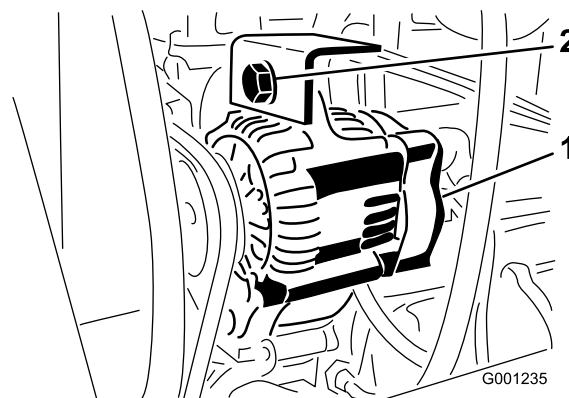

Figura 77
2. Allentate il bullone di montaggio dell'alternatore (Figura 77).
3. Aumentate o riducete la tensione sulla cinghia dell'alternatore e serrate il bullone di montaggio (Figura 77).